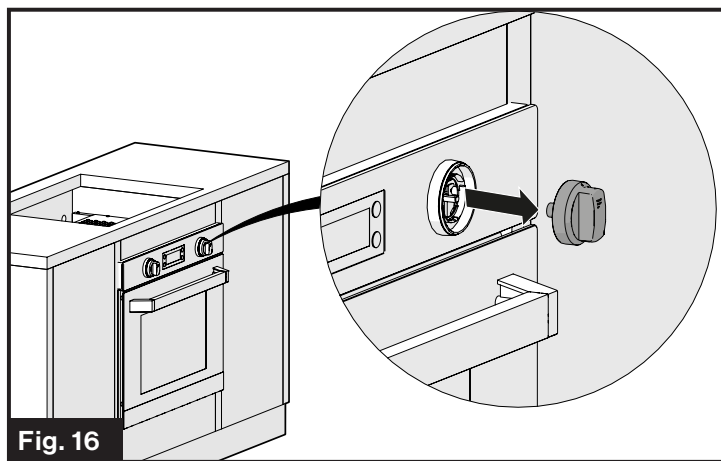

Fig. 16
2. Sujete y tire de la perilla de control con la luz LED rota. (Fig. 16)